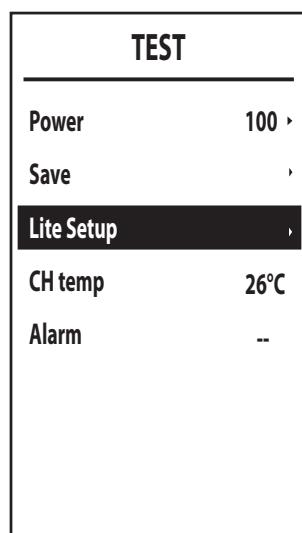

Рис. 27
- В меню **TEST** (см. Рис. 27) выберите **Lite Setup**.